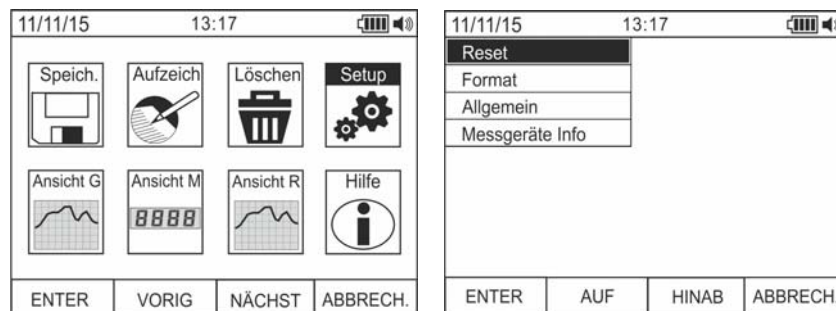

Abb. 13: Allgemeine Einstellungen des Gerätes
17. Benutzen Sie die **F2** oder **F3** Tasten zur Auswahl des Symbols "Setup" und drücken Sie die **F1** Taste (siehe Abb. 13 – linker Teil).